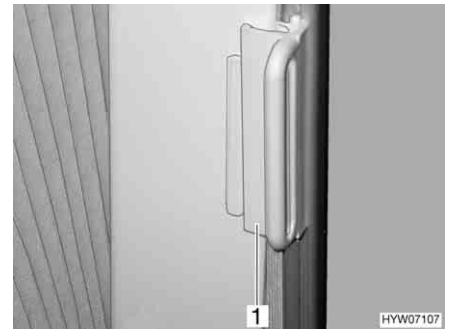

Bild 37 Lås för plisségardin
- Skjut in handtaget (Bild 37,1) över kanten. Plisségardinerna är säkrade.